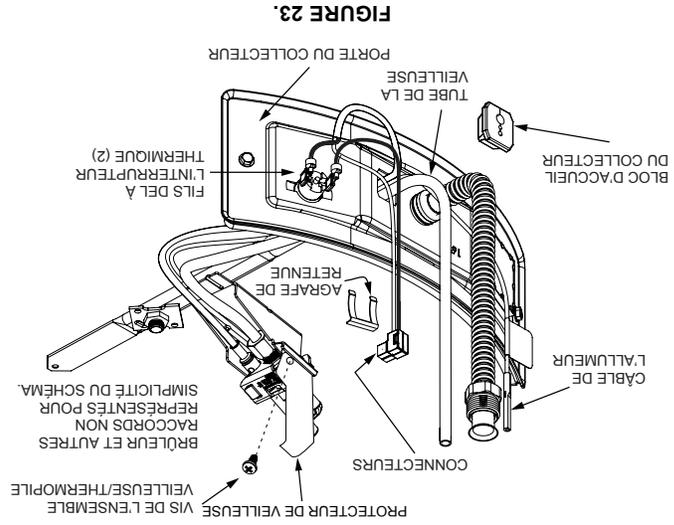

FIGURE 23.
1. Enlever l'ensemble de la porte du collecteur tel que décrit dans la section « Retrait de l'ensemble collecteur/brûleur ». Enlever la vis qui retient l'ensemble veilleuse/thermopile et le protecteur de la veilleuse au support de la veilleuse et garder pour utiliser de nouveau plus tard (Figure 23). **IMPORTANT** : NE PAS enlever l'orifice.
3. Enlever la vis qui retient l'ensemble veilleuse/thermopile au support de la veilleuse et garder pour utiliser de nouveau plus tard (Figure 23).
4. Lever directement l'agrafe de retenue de l'arrière du bloc d'accueil du collecteur (à l'aide d'un tournevis à lame plate), puis retirer le bloc d'accueil du collecteur de la porte du collecteur (Figure 23). **IMPORTANT** : Faire attention de ne pas plier ou modifier la forme du tube de la veilleuse. Il sera utilisé comme gabarit pour le nouvel ensemble de veilleuse. Notez l'emplacement/ordre des fils dans le bloc d'accueil du collecteur.
7. Acheminer le nouveau tube de la veilleuse, le fil de l'allumeur et la thermopile à travers l'ouverture dans la porte du collecteur. Voir Figure 23.